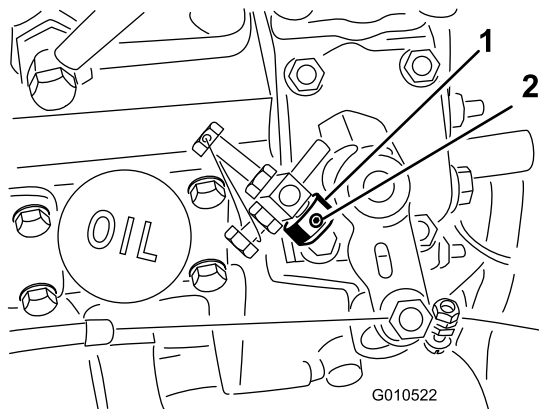

図 7
2. スロットルストップを、ハイアイドルねじに当たるまで寄せる図 7。スロットルストップの面取り側の端面が外向きになるのが正しい取り付け方である。
1. スロットルストップの固定ねじをゆるめる図 7。